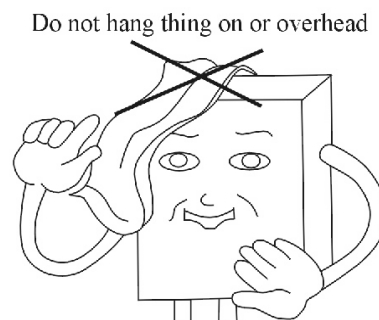

Fig.14
- Plaats geen ontvlambare, explosieve of reactieve stoffen in de buurt van de geiser. (Fig.14)